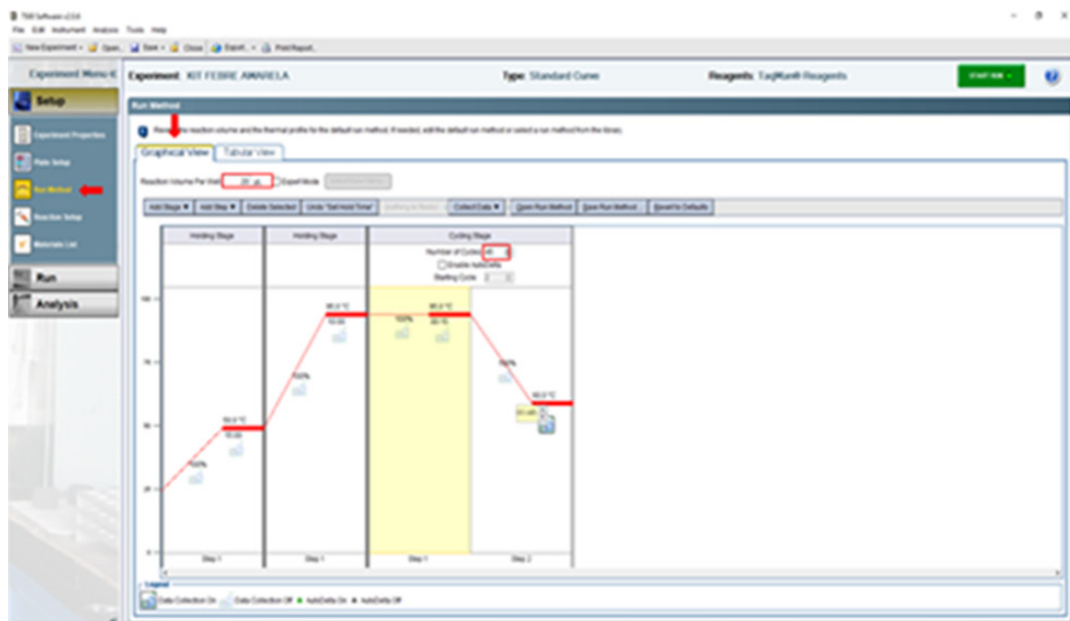

Figura 06: Página Run Method da seção Setup.
- No submenu Run Method, aba Graphical View, alterar o volume de reação para 20 µL em Reaction Volume Per Well, conforme Figura 06.